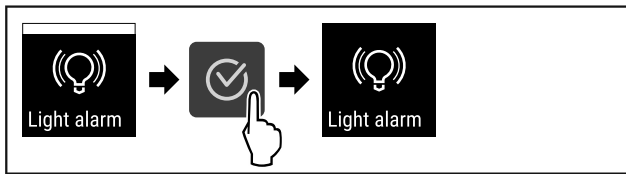

Fig. 120
- ▶ Efectuați pașii de acțiune (vezi Fig. 120).